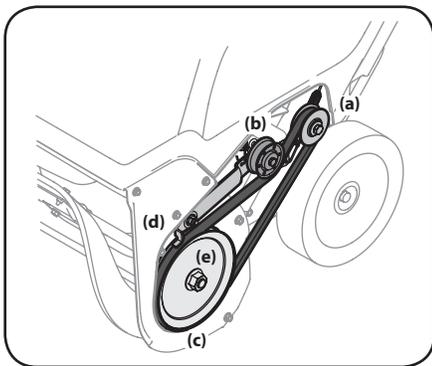

Figura 4-6
- Pase la correa alrededor de la polea de transmisión (a) y por debajo de la polea loca (b). Vea la Figura 4-6.